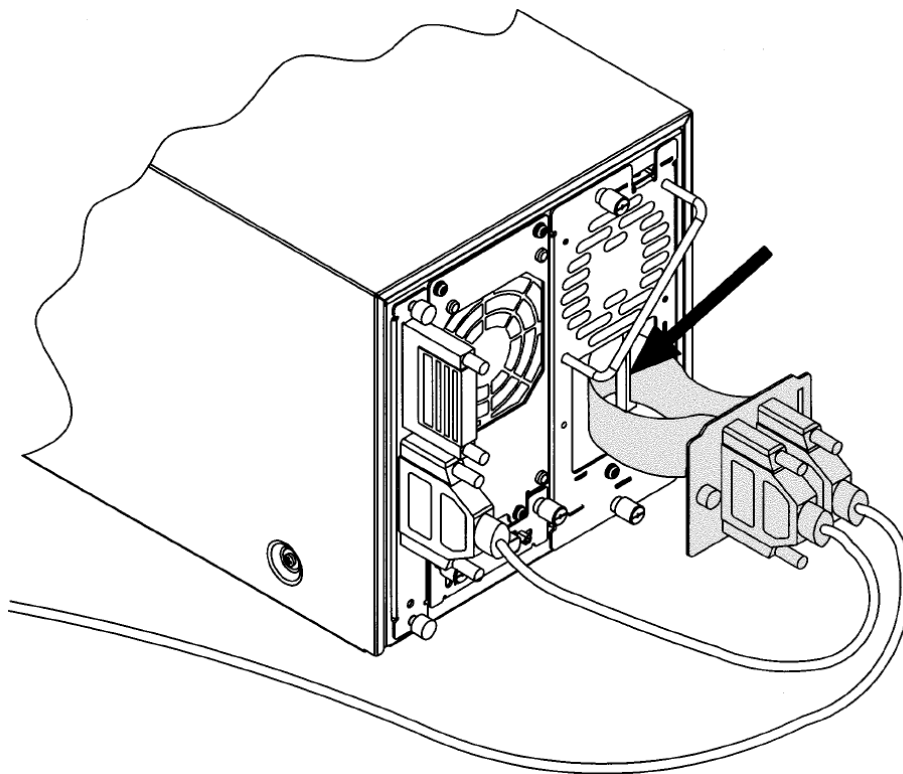

図 5.1 リボンケーブルとコネクタ
4. ドライブモジュールに接続されているリボンケーブルをつかみます。コネクタを左に引っ張り、ケーブルを外します。リボンケーブルとコネクタの位置については、図5.1を参照してください。
4. リボンコネクタをドライブモジュールの背面に接続します（図5.1参照）。